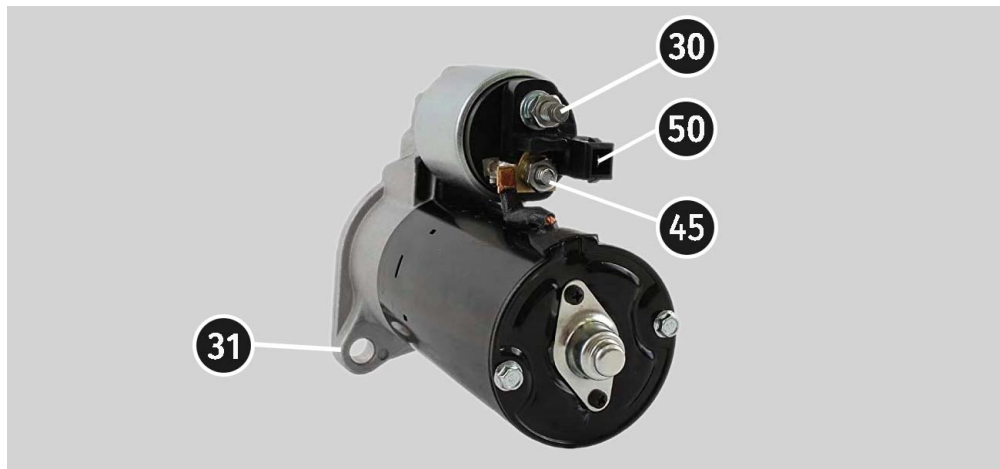

Рисунок 17. Расположение клемм на стартере
3. Разъем стенда «50» кабелем подключите к управляющему выводу соленоида стартера клемма 50, см. рис. 17.
4. Разъёмы стенда K30 и K45 подключите к соответствующим клеммам стартера см. рис. 17.